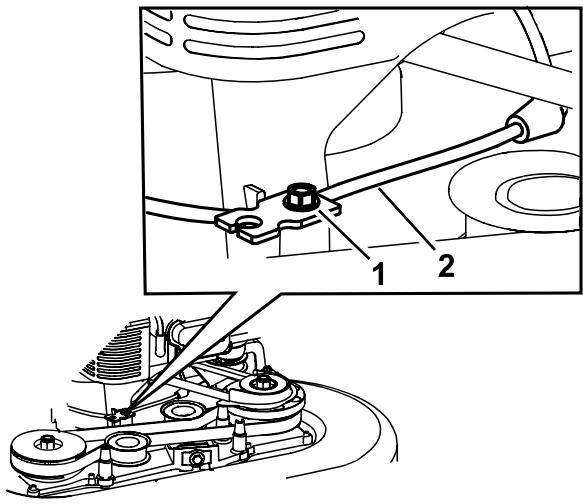

Figura 43
- Afloje el tornillo de la abrazadera (Figura 43).